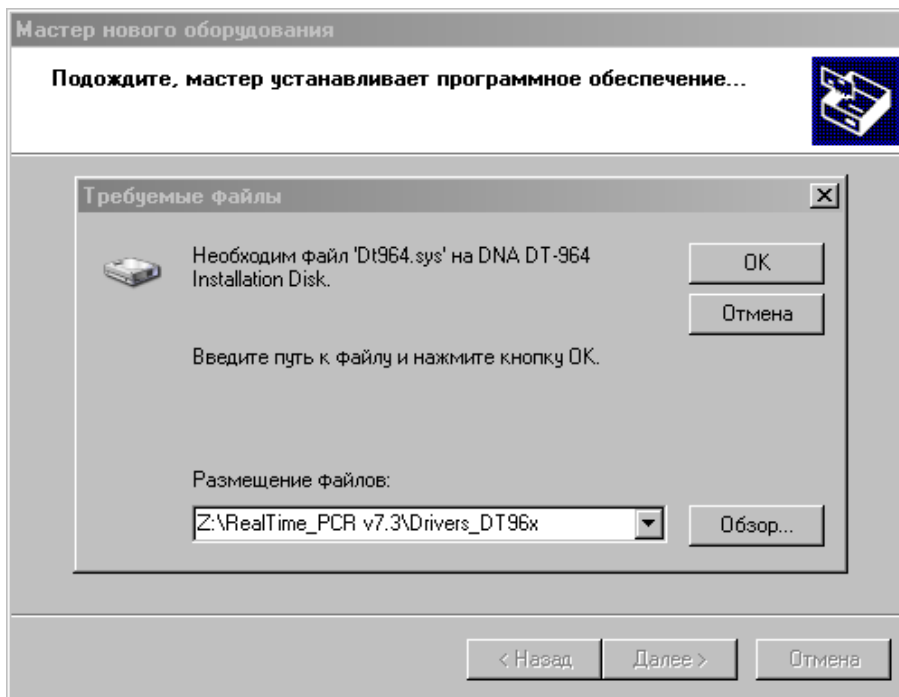

Рис.10. Поиск файла Dt964R.sys на компакт-диске
- В следующем окне мастера (Рис.10) укажите путь к файлу Dt964.sys на компакт-диске для чего нажмите кнопку
- Убедившись, что путь к файлу в окне (Рис.10) указан правильно, нажмите кнопку **ОК**.